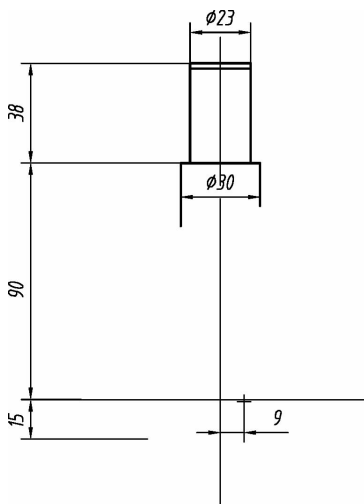

图 3-11 已知线段图
- (3) 根据所给的定形尺寸画出已知线段,如图 3-11 所示。